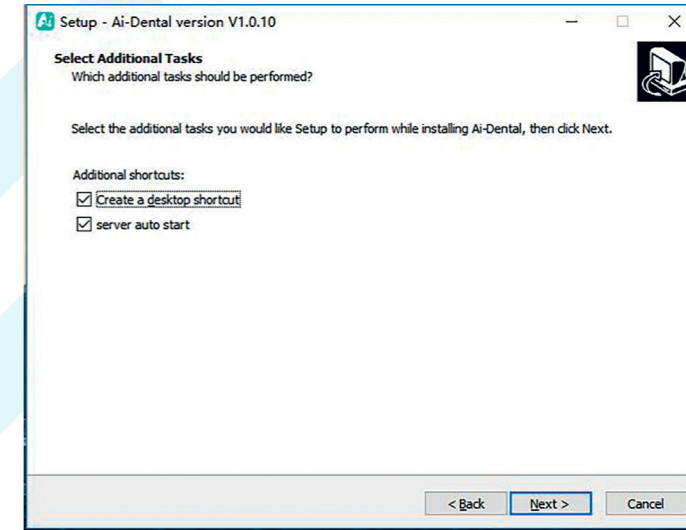

Figure 7
4.1.6 Indiquez si vous souhaitez créer un raccourci sur le bureau et un démarrage automatique du serveur, puis cliquez sur le bouton « Next » (Suivant), comme le montre la Figure 7 :